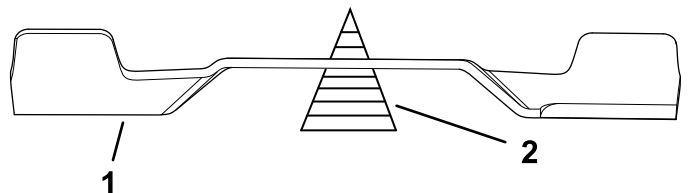

Figura 107
2. Verificai echilibrul lamei aezând-o pe dispozitivul de echilibrare a lamei (Figura 107).